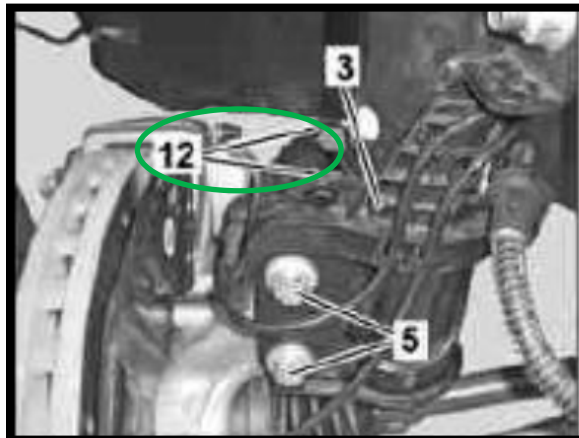

ABBILDUNG 5 - #12
7. KABELBINDER AM STOSSDÄMPFER DURCHTRENNEN UND LEITUNGSHALTERUNG LÖSEN. (ABBILDUNG 5 - #12)